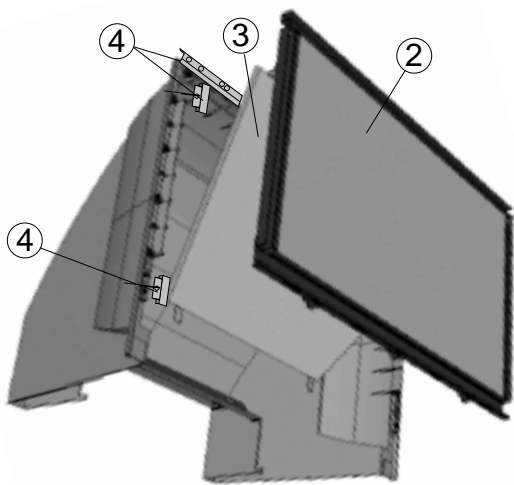

Fig.2
- Pop out, lift up and remove the protect frosting (2) (Fig.2).
- Remove the screws and fastening (4) then carrefully remove the screens (3) (Fig.2).
- Déboîter puis soulever et déposer la glace de protection (2) (Fig.2).
- Retirer les vis et attaches (4) puis déposer soigneusement l'ensemble écran (3) (Fig.2).
- Schnappen Sie die Mattscheibe aus und entfernen Sie sie durch Anheben (2) (Fig.2).
- Lösen Sie die Schrauben und Befestigungen (4) und entfernen Sie vorsichtig den Bildschirm (3) (Fig.2).
- Rimuovere le viti e i relativi fissaggi (3) poi attentamente rimuovere lo schermo (39 (Fig2)
- Tirar levantando y retirar el protector de las pantallas (2) (Fig.2).
- Quitar los tornillos y los anclajes (4) y con sumo cuidado retirar las pantallas (3) (Fig.2).